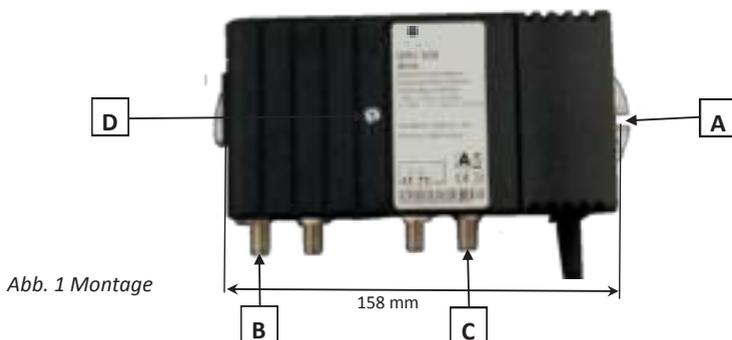

Abb. 1 Montage
- ☞ Schrauben Sie den Verstärker gemäß Bemaßung (siehe Abb. 1) an die Wand (Schrauben- $\varnothing$  max. 4.8 mm, Abstand der Bohrungen 158 mm)
Entfernen Sie den Gehäusedeckel mittels Zentralschraube D (siehe Abb. 1)